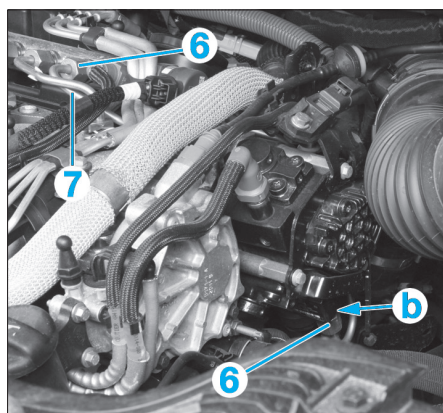
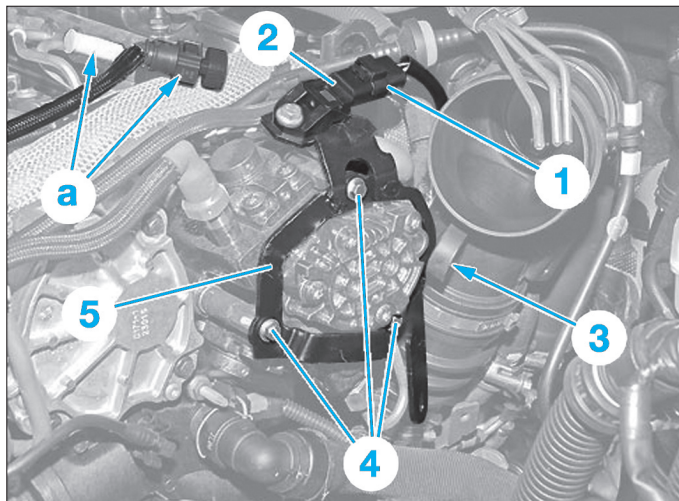

Fig. 30
Fig. 29
- Débrancher le tuyau en (a) (Fig.29).
- Débrancher le connecteur (1) puis débrancher le capteur (2).
- Déposer la vis (3).
- Déposer les fixations (4) puis le support (5).
- Desserrer les raccords (6) de la conduite haute pression (7) (Fig.30).